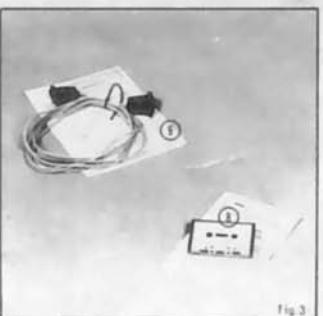

fig.3
- La cassette comportant le logiciel complémentaire de LOGO 1.0 et les commandes spécifiques au ROBOT T3 (pilotage par TO7, TO7.70, TO8). En réaliser dès que possible une copie avec un magnétophone duplificateur pour prévenir une perte de l'original (fig.3 - rep.8).
- La notice du logiciel avec les indications sur la façon de piloter le ROBOT T3 par TO7, TO7.70, TO8 (fig.3 - rep.8)
- Le cordon adaptable pour relier le lecteur-émetteur à un micro-ordinateur muni d'une sortie Série RS 232 C (fig.3 - rep.9).